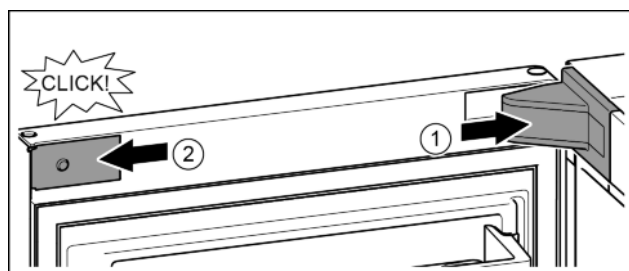

Fig. 24
- ▶ Крышку опорного кронштейна установить и зафиксировать, при необходимости, осторожно разжать. Fig. 24 (1)
- ▶ Установить боковую накладку и зафиксировать. Fig. 24 (2)